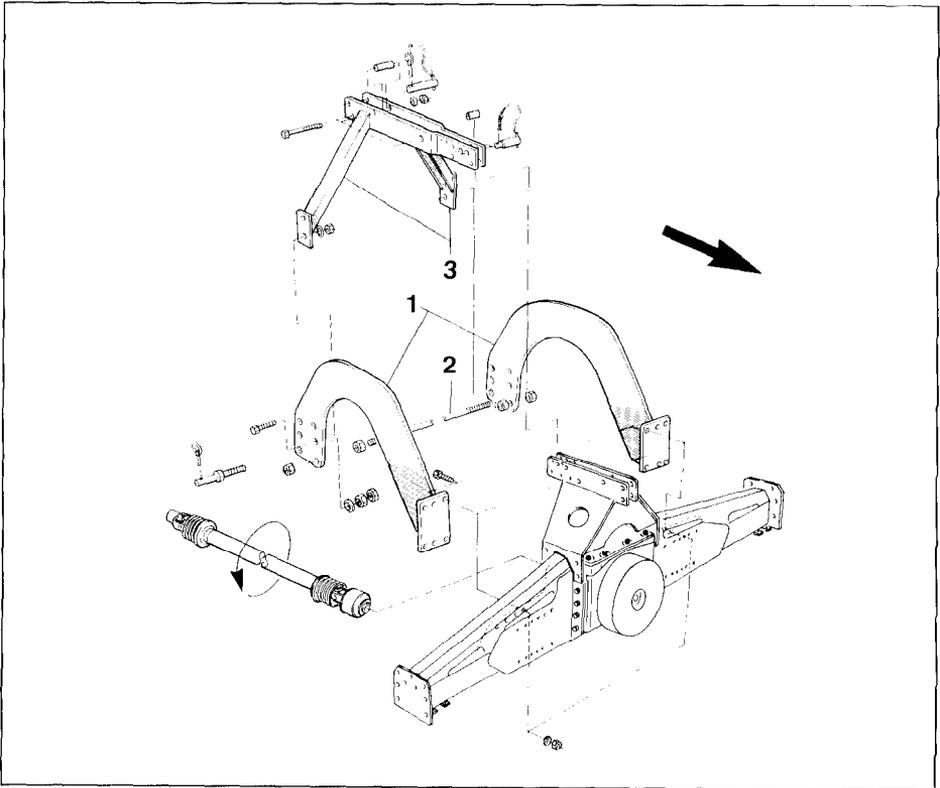

Fig.76
Für den Frontanbau können Rütteleppen des Typs RE-Vario zum Einsatz kommen, die mit einem um 180° versetzten Getriebe ausgerüstet sind. Zusammen mit dem Frontanbau-rahmen (Fig. 76) und einer längeren Gelenkwelle ist die Rüttelegge am Schlepper zu befestigen.
- △ Frontanbauahmen, wie in Fig. 76 gezeigt, an der Rüttelegge befestigen
- △ Kupplung für die Unterlenker (Fig. 76/1) am Rahmen der Rüttelegge zusammen mit der Verbindungsstange (Fig. 76/2) befestigen
- △ Kupplung für die Oberlenker (Fig. 76/3) montieren